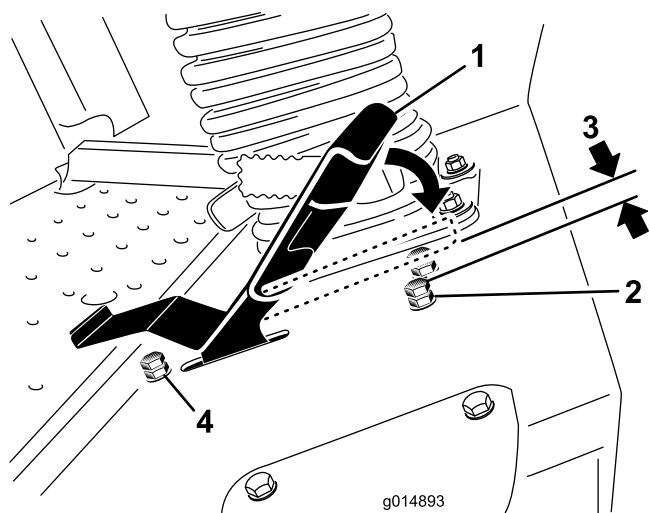

Figura 48
3. Allentate il controdamo sul bullone di fermo del pedale della trazione (Figura 48).